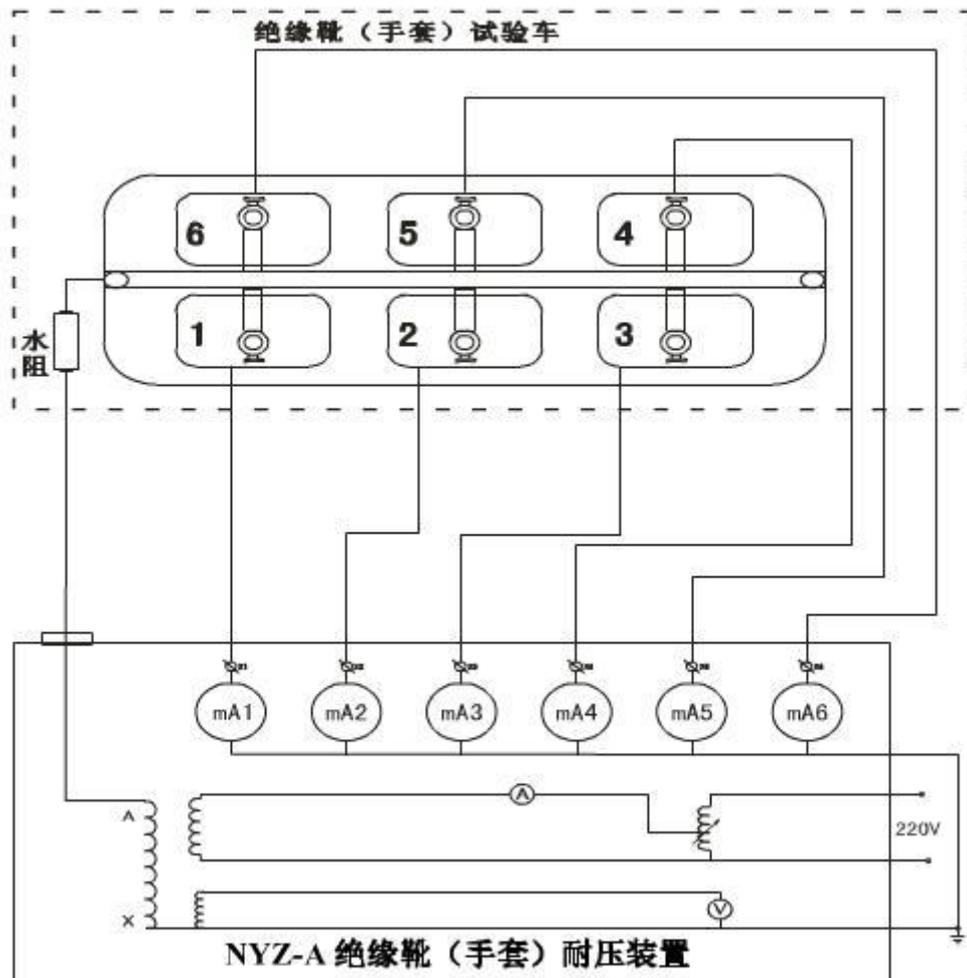
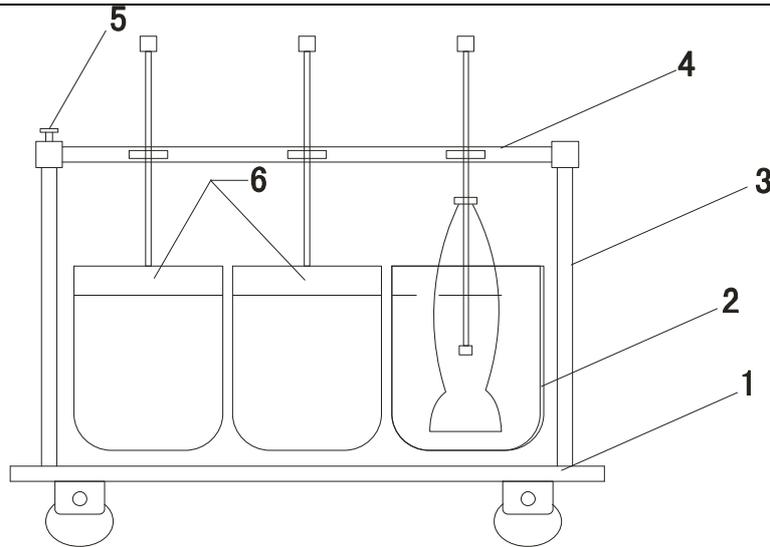
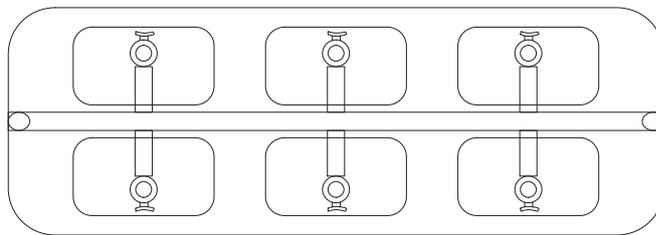

图 1：成套使用接线示意图
图 2 绝缘靴（手套）试验车装置
图 3 绝缘靴（手套）试验台外形
接入 0~220V 电源，调节工频耐压试验台，根据试验变压器的电磁感应原理，使变压器产生 0~30kV 工频高压至各电极，使绝缘靴（手套）获得规定的试验电压。根据绝缘靴（手套）试验规程，读取、纪录测试参数。成套使用接线图见图 1（毫安表六块）。
- 4、绝缘靴（手套）试验车装置见图 2，绝缘靴（手套）试验台外形见图 3。
1. 使用前根据图 2 将绝缘撑(3)安装在移动托架(1)上，再将电极杆支撑(4)两端插入绝缘撑杆(3)内，最后将电极杆依次装在电极支撑内。
4. 按图1、图2将一端与绝缘靴（手套）试验车上的高压输入螺母(7)相连，另一端用35kV高压电缆由绝缘靴(手套)试验台的高压出线口引至绝缘靴(手套)试验台内试验变压器高压输出端A，将盛水槽1-6上的泄漏测量接线端与绝缘靴(手套)试验台上的接线端X1-X6一一对应相连。